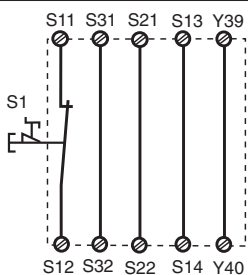
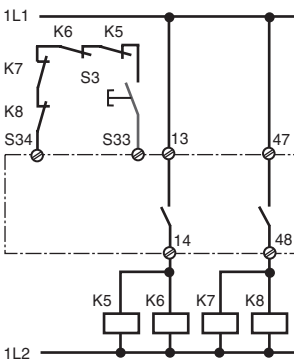

Fig. 2: Eingangskreis einkanalig, automat. Start/Single-channel input circuit, automatic reset/Commande par 1 canal, validation automatique
Fig. 11: wie Fig. 10 mit überwachtem Start/connection for contactors/relays and monitored reset/comme Fig. 10 avec surveillance du poussoir de validation
In Fig. 2 ... Fig. 11 sind Anschlußbeispiele für NOT-AUS-Beschaltung mit automatischem und überwachtem Start, Schutzürsteuerungen sowie Kontaktvervielfachung durch externe Schütze.
- Fig. 2 und 7: **keine** Verbindung S33-S34
- Beachten Sie bei Fig. 2: Das Gerät startet bei Spannungsausfall und -wiederkehr automatisch. Verhindern Sie einen unerwarteten Wiederanlauf durch externe Schaltungsmaßnahmen.
In Fig. 2 ... Fig. 11 are connection examples for Emergency Stop wiring with automatic and monitored reset. Safety gate controls as well as contact expansion via external contactors.
- Fig. 2 and 7: S33-S34 **not** connected
- Please note for Fig. 2: the device starts automatically after loss of power. You should prevent an unintended start-up by using external circuitry measures.
Les figures 2 à 11 représentent les différents câblages possibles du PNOZ XV2 à savoir : poussoir AU avec réarmement automatique ou auto-côntrolé, interrupteurs de position et augmentation du nombre des contacts de sécurité par contacteurs externes.
- Fig. 2 et 7: **pas** de câblage sur S33-S34
- Dans le cas de la figure 2, l'appareil se réarme automatiquement après une coupure et une remise sous tension. Evitez tout risque de redémarrage par un câblage externe approprié.